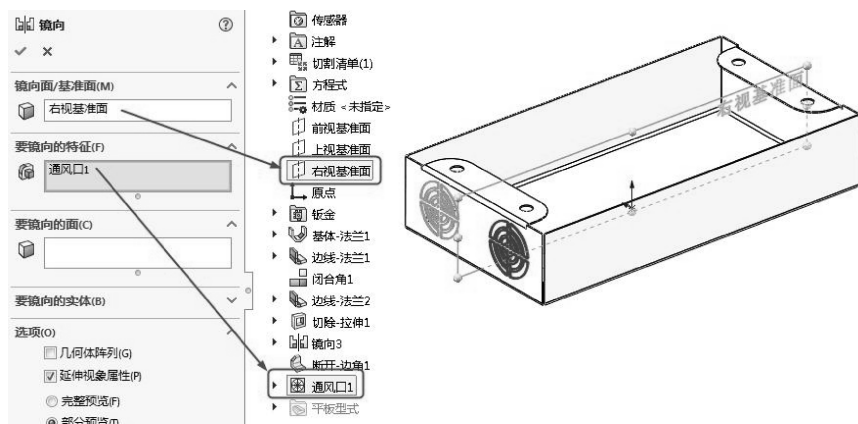

图 6-79 左右镜向通风口
- 12 单击【特征】选项卡中的【镜向】按钮, 选择右视图基准面作为镜像面, 选择通风口为要镜向的特征, 创建镜向, 如图 6-79 所示。